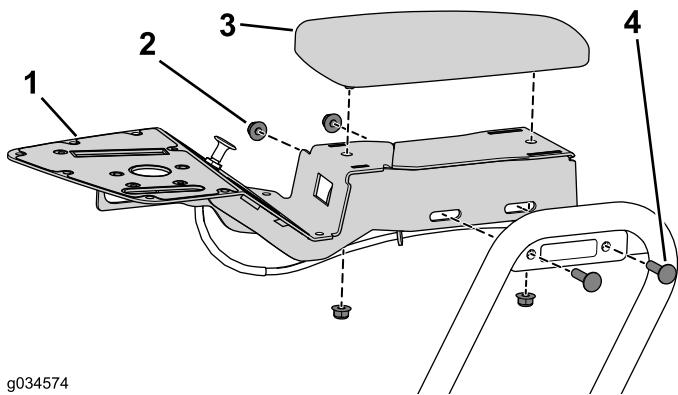

図 14
1. コンソールアセンブリをコンソールブラケットに固定しているキャリッジボルト本とフランジナットを取り外す図 14。
しているフランジナット2本を外す図 14。